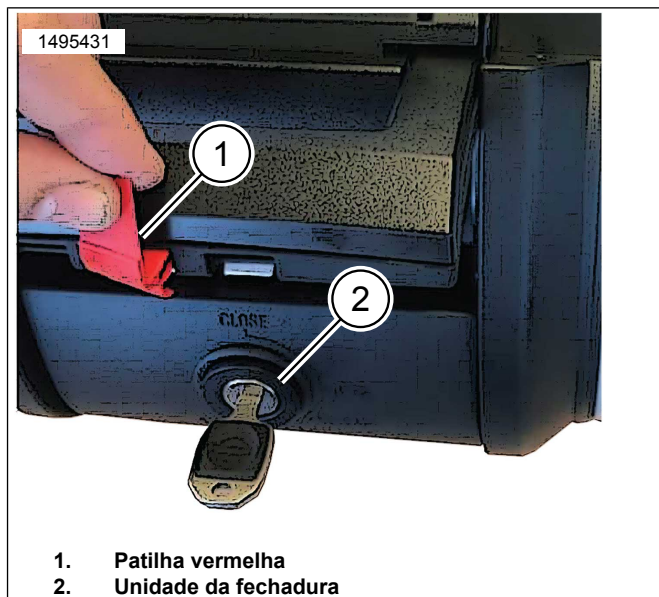

Figura 12. Pega da caixa superior
7. Figura 12 Remover a patilha vermelha (1).